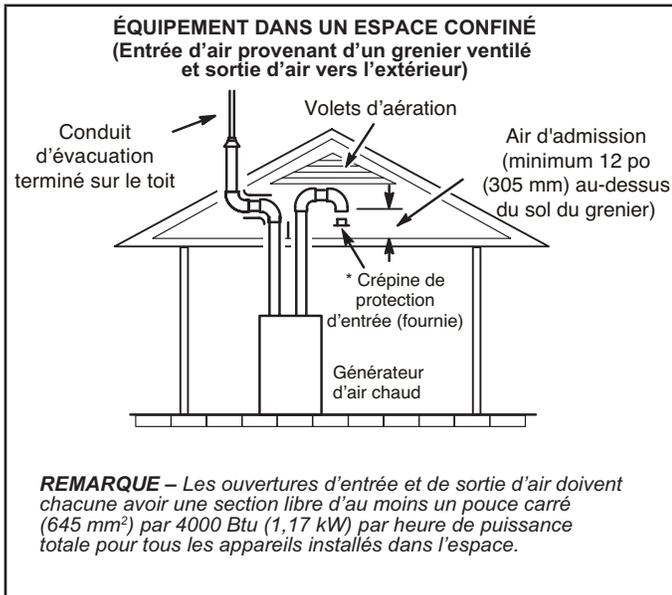
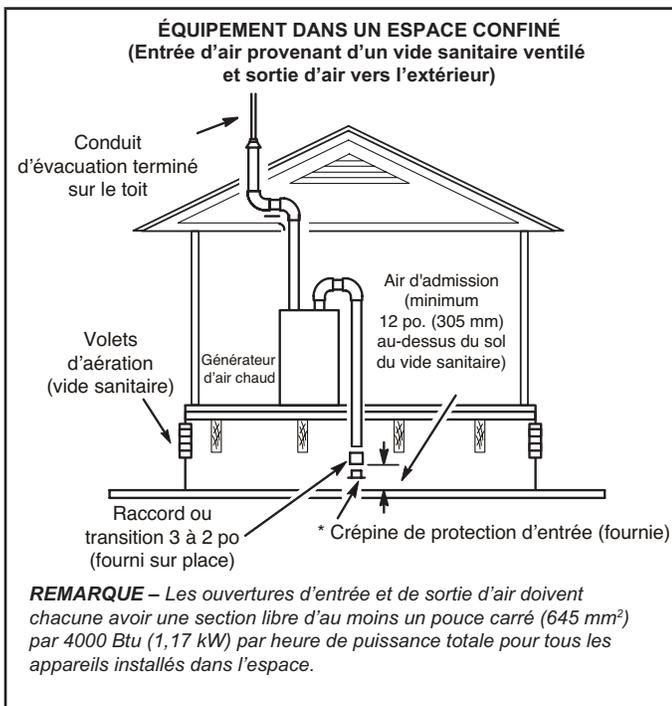

FIGURE 29
FIGURE 30
- 2 - Si l'air d'admission est aspiré d'un grenier ventilé (FIGURE 29) ou d'un vide sanitaire ventilé (FIGURE 30), la longueur de l'évacuation ne doit pas dépasser celle indiquée au Tableau 6. Si un tuyau de 3 po de diamètre est utilisé, réduisez-le à 2 po de diamètre pour pouvoir installer la crépine anti-résidus.